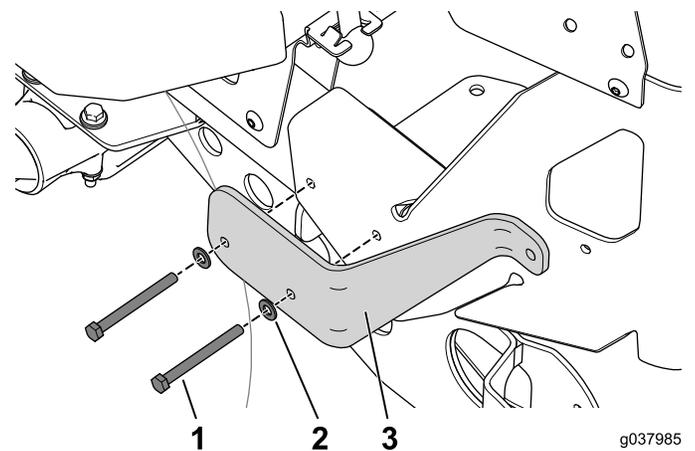

Figura 12
3. Alinee los taladros del soporte con los taladros del bastidor (Figura 12).
4. Introduzca los 2 pernos (5/16" x 3/4") con arandelas por los taladros (Figura 12).